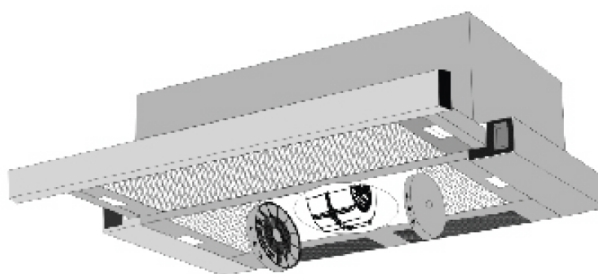

рис. 8
2. Установите два угольных фильтра, подходящих для Вашей модели, как показано на рис. 8. Помните, что с фильтров необходимо предварительно удалить упаковочную пленку. Угольные фильтры устанавливаются на защитные решетки корпуса вентилятора, путем легкого нажатия и поворота. Фильтрация воздуха осуществляется с помощью двух угольных фильтров, затем очищенный воздух возвращается в помещение. Исключите возможность попадания посторонних предметов в лопасти двигателя, при эксплуатации кухонной вытяжки в режиме рециркуляции.